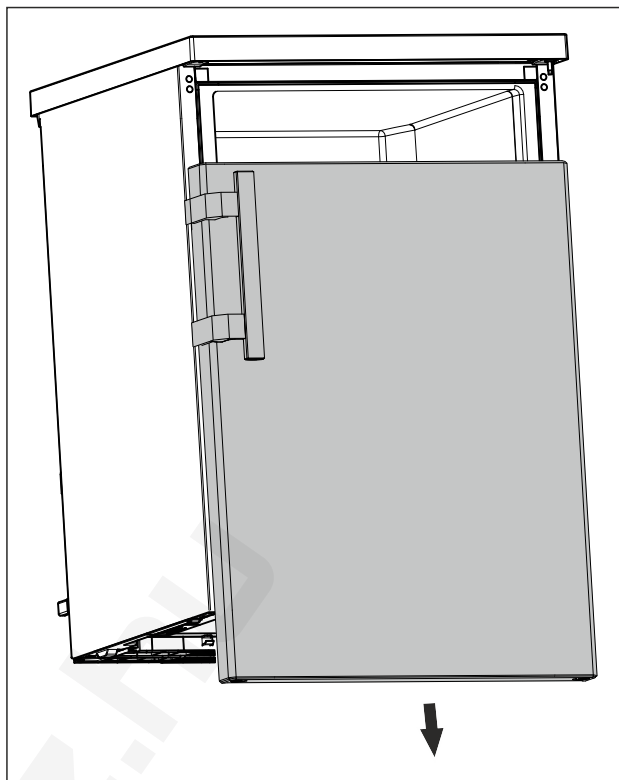

Fig. 13
- ▶ Vegye le lefelé az ajtót. (lásd Fig. 13)